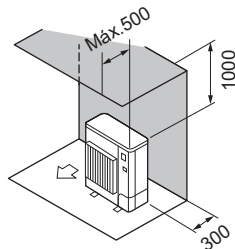

Fig. 2-8
- (2) Obstáculos sólo en la parte trasera y superior (Fig. 2-8)